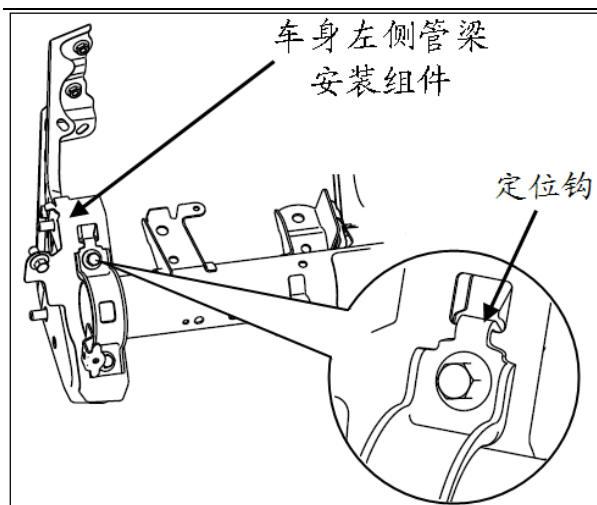
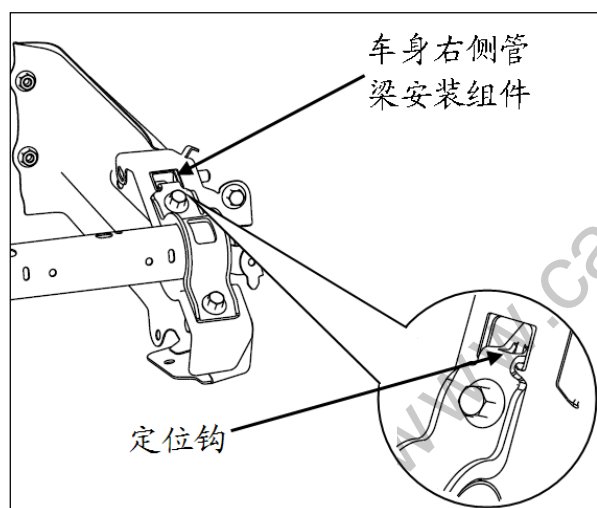

图 1.5.27 仪表台横梁固定支架组件（左）
图 1.5.28 仪表台横梁固定支架组件（右）
- (1) 将管梁总成与车身前舱钣金的紧固件拆分开，用六角套筒（10 号）将 2 个六角法兰面螺栓 Q1840816 取下。
- (2) 将地毯在仪表板底部的范围掀开，把管梁总成与车身地板钣金连接的紧固件拆分开，用六角套（10 号）筒将 2 个六角法兰面螺栓 Q1840816 取下。
- (3) 将管梁总成与空调总成拆分开，用六角套筒（8 号）将 1 个六角法兰面螺栓 Q1840616 取下。
- (4) 将管梁总成与车身侧围钣金连接的紧固件拆分开，用六角套筒（10 号）将左右两侧各 2 个六角法兰面螺栓 Q1840816 取下。
- (5) 再次确认转向管柱以及其它相关的电器元件、线束与管梁以及仪表板下本体的连接断开。确认无误后，将图 1.5.27 中所示的左侧定位钩脱开，再将图 1.5.28 中所示的右侧定位钩脱开，即可将管梁以及仪表板下本体将车身上拆下。
- (6) 管梁和线束一起拿下后，再将线束从管梁上拆下，